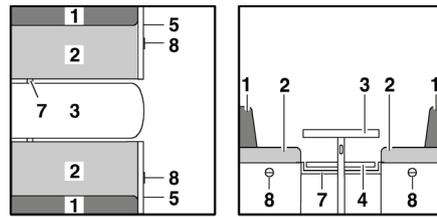

Bild 139 Vor dem Umbau
- Tisch (Bild 139,3) vergrößern und zum Bettunterbau umbauen (siehe Abschnitt 7.9).
- Leiste (Bild 139,7) einlegen oder nach innen ziehen. Die Leiste ist richtig positioniert, wenn sie die Tischplatte ca. 15 - 20 cm hinter dem Tischfuß abstützt.
- Griff (Bild 139,8) ziehen und Klappe (Bild 139,5) öffnen.